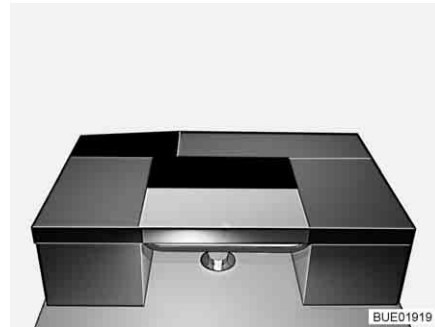

Fig. 126 Después de la transformación
- Colocar el cojín adicional en la mesa de modo transversal (véase Fig. 126).